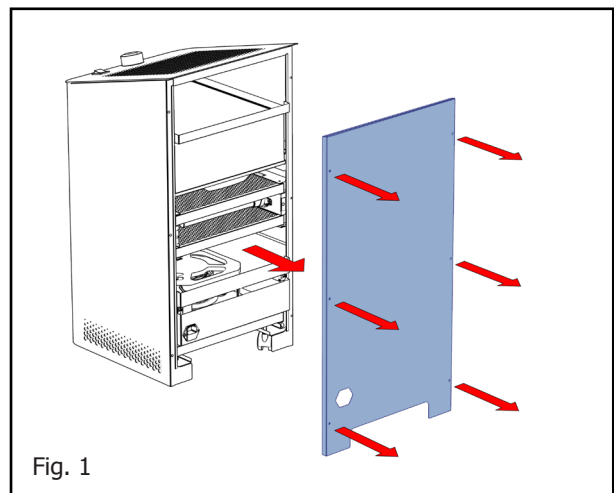

Fig. 1
- 4) Retirer le couvercle du boîtier (Fig. 1).
- 5) Retirer le couvercle du boîtier (Fig. 1).